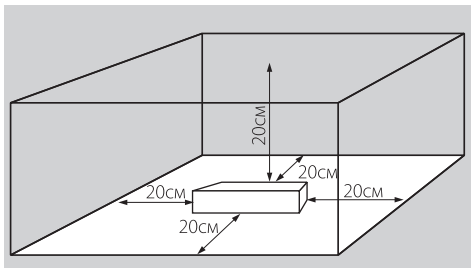

Рис. 2
4.2. Для естественной вентиляции обеспечьте свободное пространство вокруг источника питания не менее 20 см, как изображено на Рис. 2. При невозможности обеспечить свободное пространство используйте принудительную вентиляцию.